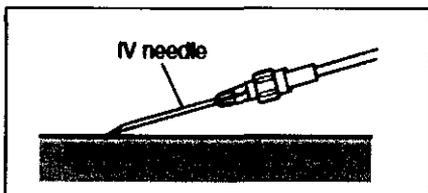

Fig. 19: ENDOVENOSA needle: Aguja endovenosa
- 1) Realice una venopunción con un catéter endovenoso y conecte la línea endovenosa al catéter o conecte la línea endovenosa a una línea de infusión que ya se encuentre conectada al paciente (Fig. 19).